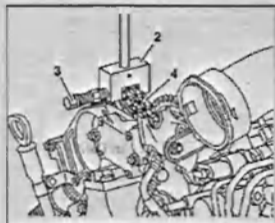

Рис. 3.26. Установите приспособление 2 для рассоединения цепи на цепь 4.
10. Установите приспособление 2 для рассоединения цепи на цепь 4 (рис. 3.26). Вкрутите шпindel 3 и рассоедините цепь 4.